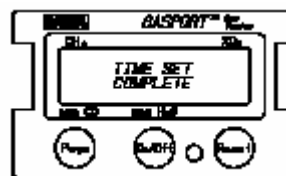

Figura 2-11. Ajuste Tiempo Completo
- El desplegado momentáneamente indica que el ajuste de tiempo fue completado, Figura 2-11.